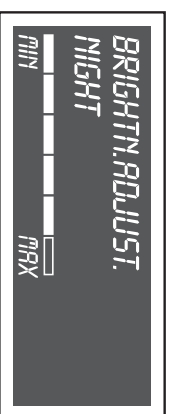

fig. 85
- daca luminile din exterior sunt aprinse, va apărea pe display următorul mesaj: BRIGHTN.ADJUST.NIGHT (fig. 85)